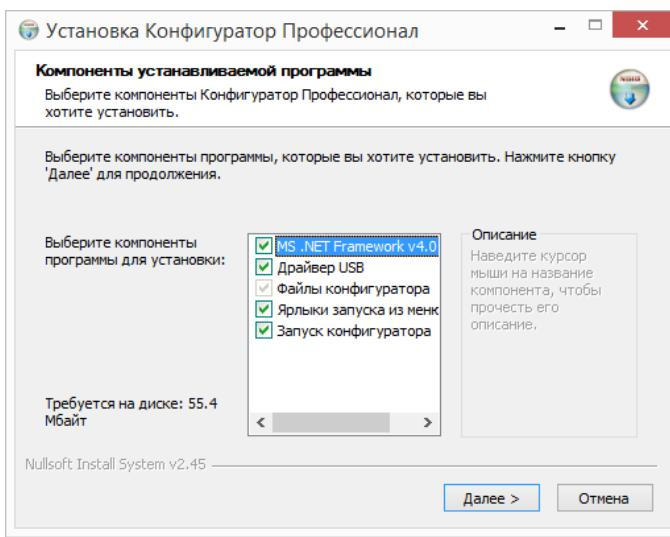

Рисунок 4.1 — Окно *Компоненты устанавливаемой программы*
4. В открывшемся окне оставьте установленными все флагки и нажмите кнопку **далее >** (см. рисунок 4.1).